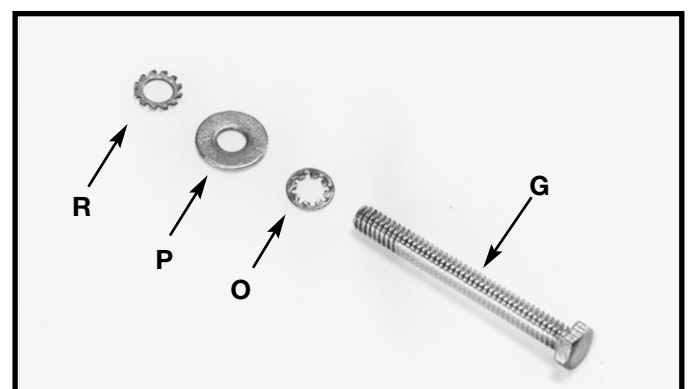

Fig. 10
3. Localice el tornillo de cabeza hexagonal de 1/4-20x2 1/2 pulg. de largo (G) Fig. 10, y ensamble la 1/4 pulg. arandela de cierre con dientes internos (O), 1/4 pulg. arandela plana (P), y 1/4 pulg. arandela con dientes externos (R) al tornillo (G).